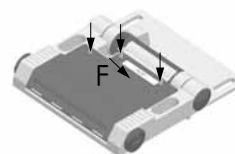

Fig. 4
6. Luego atornillar los 3 tornillos de la tapa (fig. 4) uniformemente y con un par de apriete de 0,6 Nm.